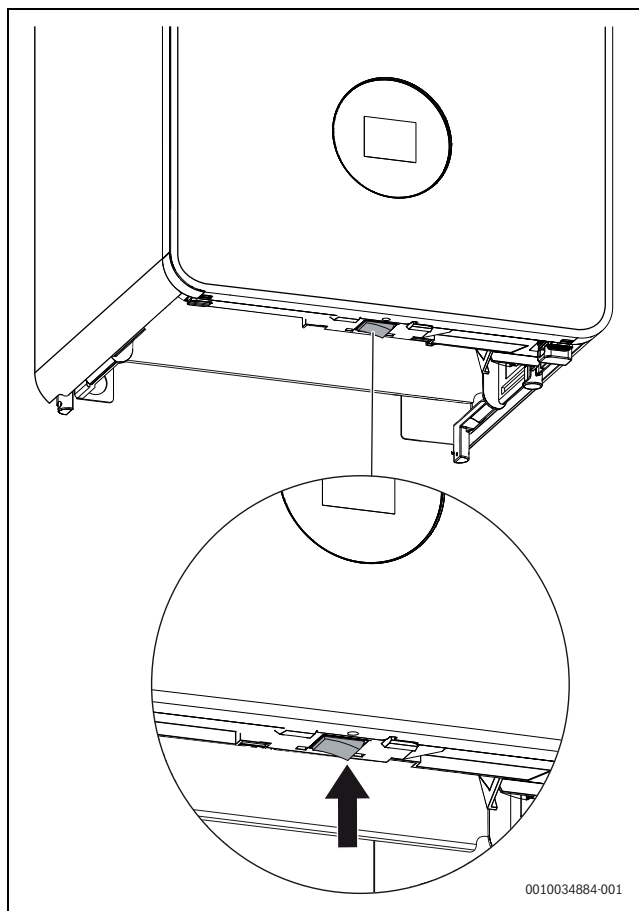

Bild 1 Schalter Ein/Aus
- ▶ Gerät am Schalter Ein/Aus (→ Bild 1, Seite 4) ausschalten.